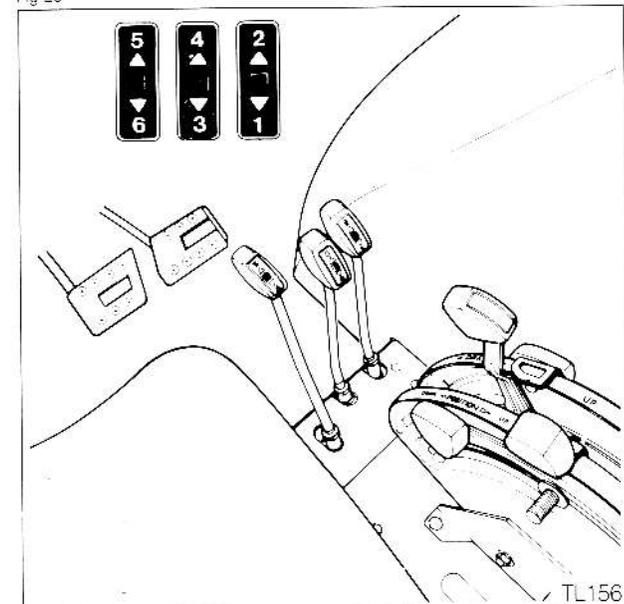

Fig 27
Distributeurs auxiliaires (Fig. 27)
Une décalcomanie (3) située près des blocs de distributeurs montre les quatre raccords numérotés, correspondant aux numéros sur les leviers de commande (voir Fig. 27). La décalcomanie montre aussi l'axe de réglage pour vérins à simple/double effet.